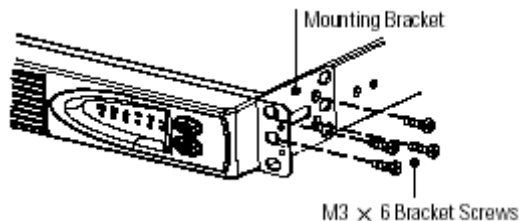

Рисунок 2. Крепежный кронштейн для 19” стойки
2. С каждой стороны ИБП прикрепите длинную сторону кронштейна к ИБП с помощью 4-х винтов М3х6, поставляемых в комплекте (см. рис. 2).